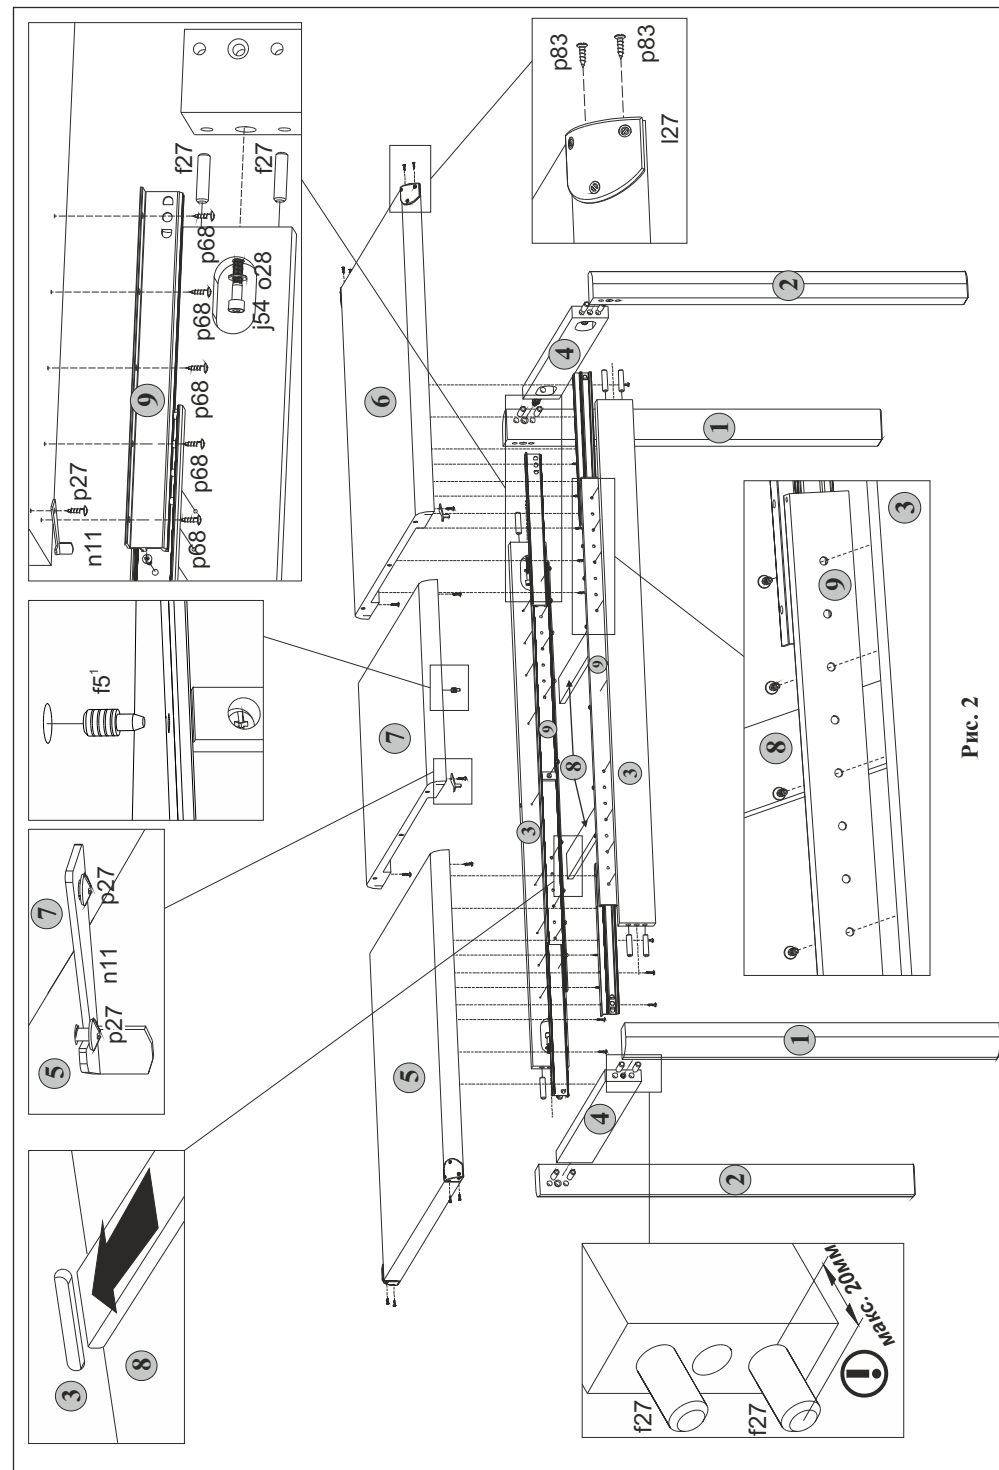

Рис. 2
5.3 В отверстия диаметром **3 мм** (кернения) на нижней поверхности щита верхнего **5** у правой кромки вкрутить шурупы **p27** (недоворачивая их до конца) для фиксации крючков для соединения крышек, пользуясь крестообразной отверткой (**см.рис. 2**).
5.4 В отверстия диаметром **3 мм** (кернения) на нижней поверхности вкладыша крышки стола **7** у правой кромки вкрутить шурупы **p27** (недоворачивая их до конца) для фиксации крючков для соединения крышек, пользуясь крестообразной отверткой (**см.рис. 2**).
5.2 В отверстия диаметром **10 мм** на боковых кромках планок цокольных 3 и 4 вбить деревянные шканты **f27** (см.рис. 2).